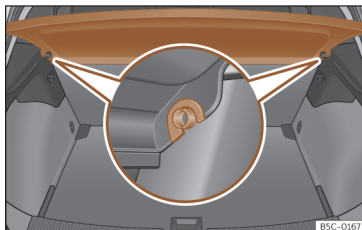

Fig. 116 Na bagageira: desmontar e montar a chapeleira.
- Desencaixe a chapeleira dos suportes laterais »» **Fig. 116** puxando-a para cima e retire-a.
- Introduza a chapeleira horizontalmente fazendo coincidir a «fechadura» sobre o eixo dos suportes »» **Fig. 116**, e pressione para baixo até que encaixe.